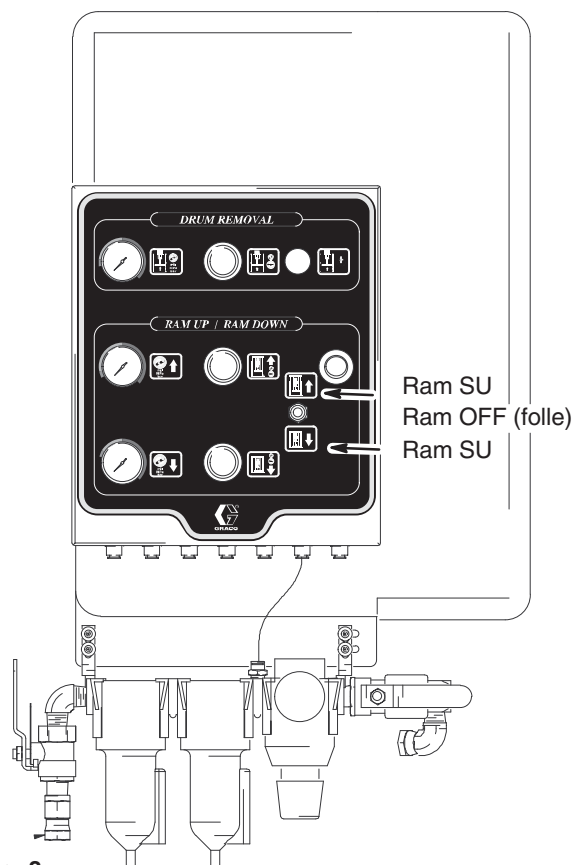

Fig. 8
5. Utilizzare la leva della valvola manuale del ram (Fig. 8) per sollevare il ram alla posizione SU. Se il ram scende invece di salire, controllare la linea idraulica e le connessioni della linea aria, è possibile che le linee siano state connesse in modo non corretto.